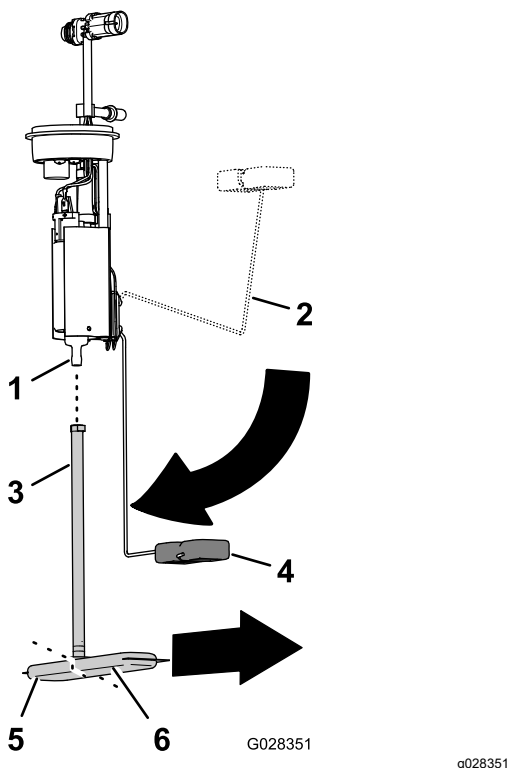

図 85
1. 燃料ポンプのフィッティングから燃料フィルタのピックアップチューブを外す 図 85。
2. 新しい燃料フィルタのピックアップチューブを、燃料ポンプのフィッティングに合わせる 図 85。
3. 燃料フィルタの長い方の脚を、フロートのアームが「残量ゼロ」位置の時のフロートに合わせる 図 85。
4. 燃料ポンプのフィッティングをピックアップチューブの一番奥まで入れる 図 85。
2. 燃料ポンプ / センターユニットを、燃料タンク内部に入れる 図 84と図 85。